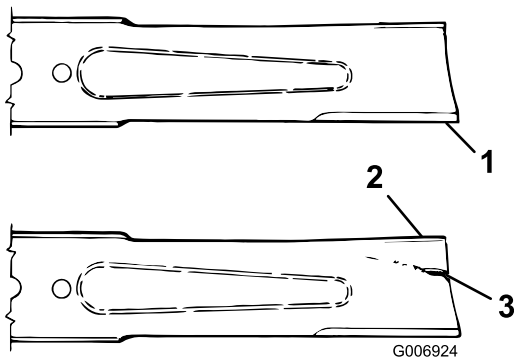

図 66
3. ブレードの切っ先を注意深く観察、特に、直線部と曲線部が交わる部分をよく観察する 図 66。
4. 磨耗が進んでいる場合 図 66 には、ブレードを交換する ブレード回転面の管理 \(ページ 50\) を参照。